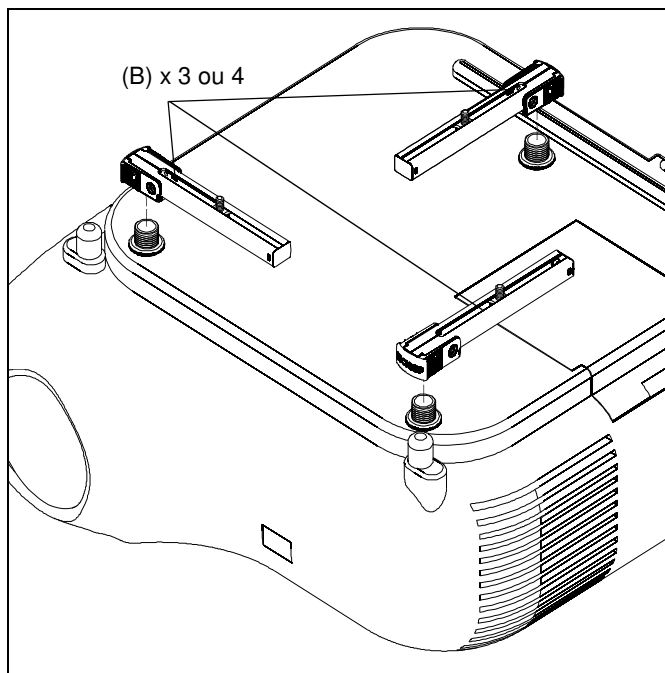

Figure 4
4. Placez les pieds SLBU/SLMU (B) sur les adaptateurs à vis et les écrous de réglage de la hauteur. (See Figure 4)